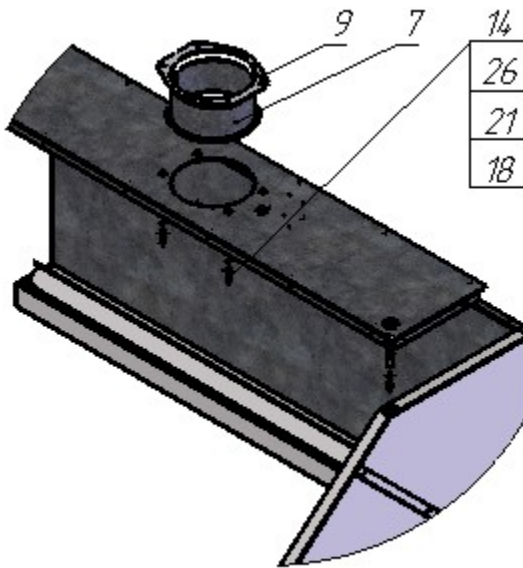

Рис. 2
3.5.6. Для зонта ЗВН-1/400/1200(1600)(2000) установить каркас зонта в вертикальное положение (на одну из боковин). Фиксатор поз. 9 (Рис. 2) надеть на патрубок выходной поз. 7 (Рис. 2) и соединить с каркасом зонта комплектом крепежа поз. 14, поз. 26, поз. 21, поз. 18 (Рис. 2).